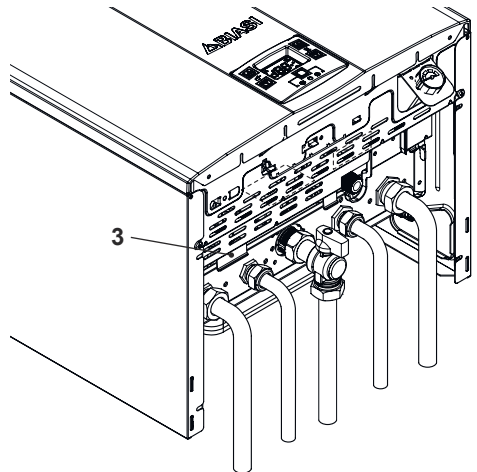

Рисунок 5.4
- Під'єднайте випускний запобіжний клапан 3 (Рисунок 5.4) до зливної воронки.